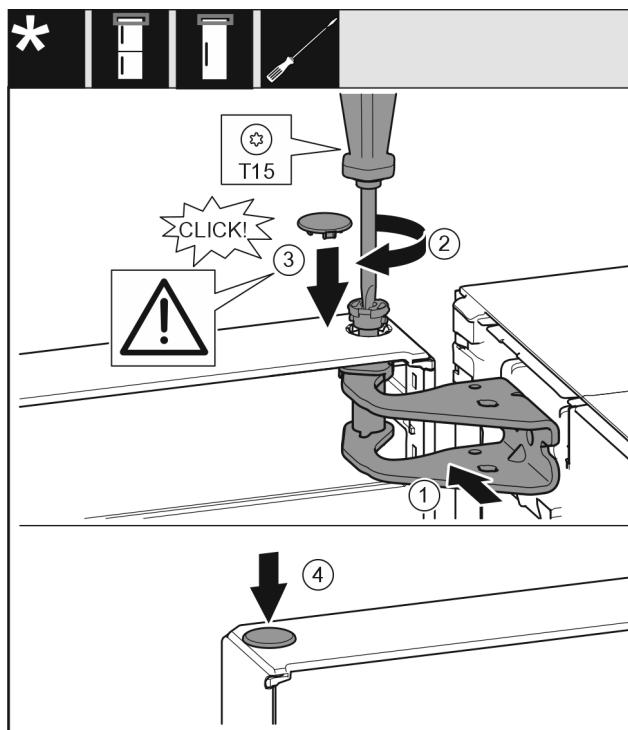

Fig. 24
- ▶ 将门的上方对准托架中的开口。Fig. 24 (1)
- ▶ 放入螺栓 Fig. 24 (2)并用螺丝刀拧紧。
- ▶ 安装冰箱门安全装置的安全盖 Fig. 24 (3)：放入安全盖并检查其是否在门上。此外将螺栓完全插入。
- ▶ 放上堵头 Fig. 24 (4)。